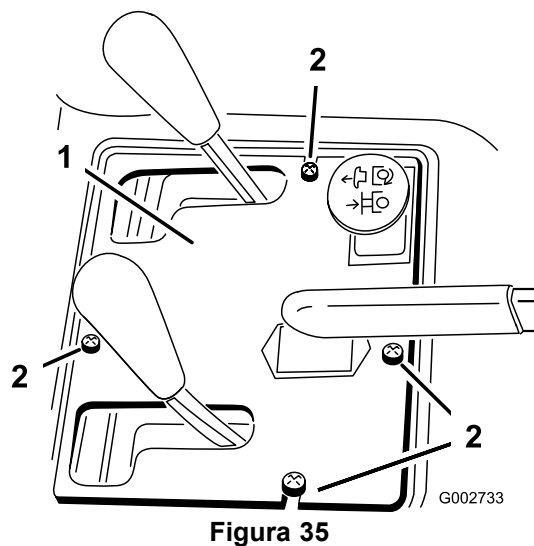

Figura 35
2. Retire los 4 pernos que fijan el panel de control al bastidor (Figura 35).